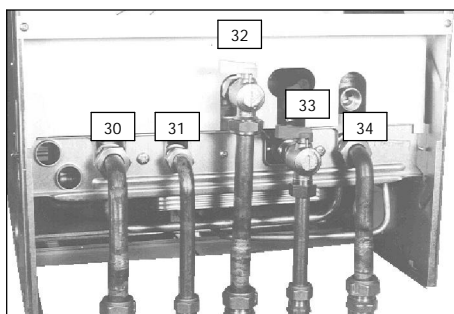

fig. 7.2
- 1 Chiudere il rubinetto entrata acqua sanitaria in (33 in fig. 7.2).